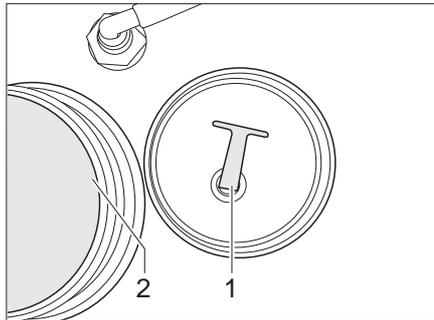

Bild 153 Wassertank
- Verschlussdeckel (Bild 153,2) am Wassertank abschrauben.
- Den Verschluss-Stopfen (Bild 153,1) aus der Ablassöffnung heraus-schrauben. Das Wasser läuft ab.